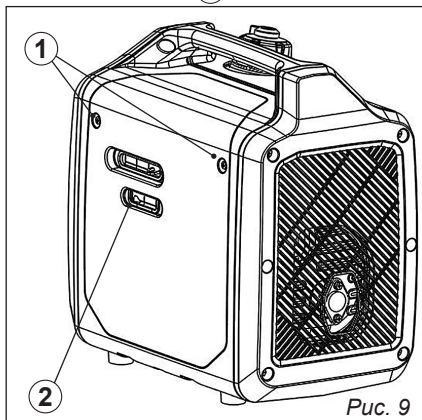

Рис. 9
2. Открутите винты ① и снимите боковую крышку ② (рис. 9).